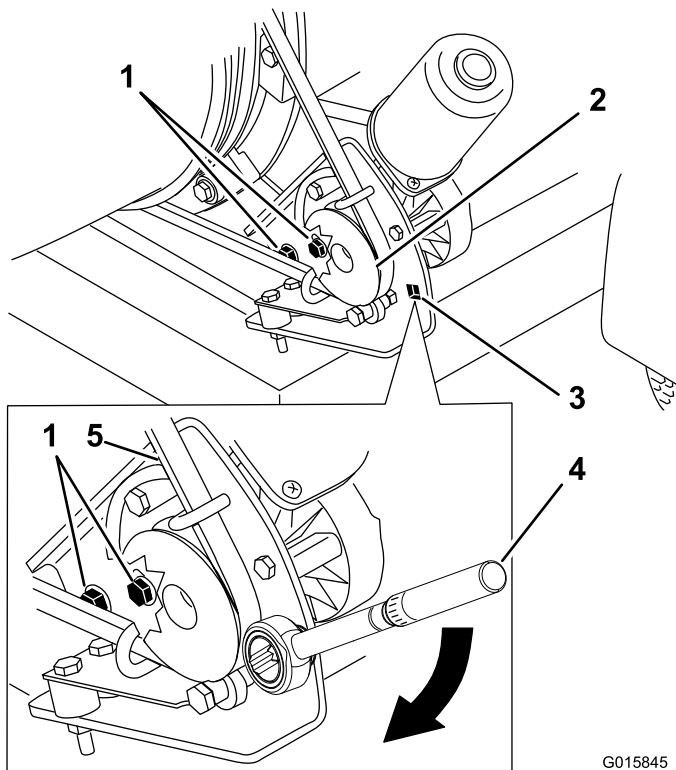

Рисунок 25
1. Ослабьте болты крепления монтажного кронштейна шкива к раме воздухоудовки (Рисунок 25).
2. Установите динамометрический ключ на монтажном кронштейне шкива (Рисунок 25).
3. Отверните монтажный кронштейн шкива от сопла так, чтобы показание динамометрического ключа стало равным 22,6 – 26,0 Н-м (Рисунок 25).